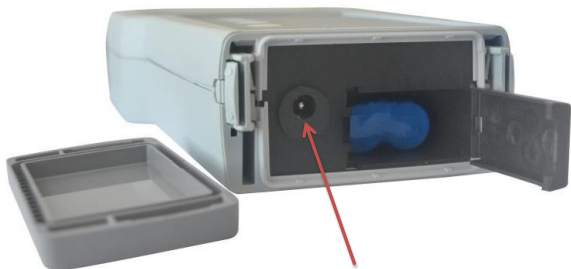

Figura 7 – Conector do carregador de bateria
- Desligue o TDC-1000 e carregue a bateria com o carregador fornecido por aproximadamente 1 hora, o conector para o carregador de bateria está indicado na **Figura 7**.